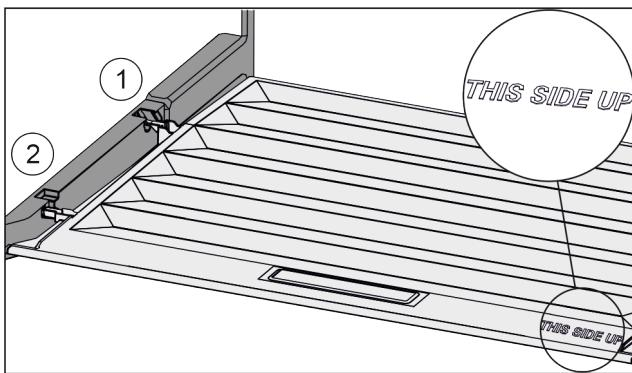

Fig. 40
- Вставить поперечные ребра крышки через отверстие заднего держателя Fig. 40 (1) и защелкнуть спереди в держателе Fig. 40 (2).